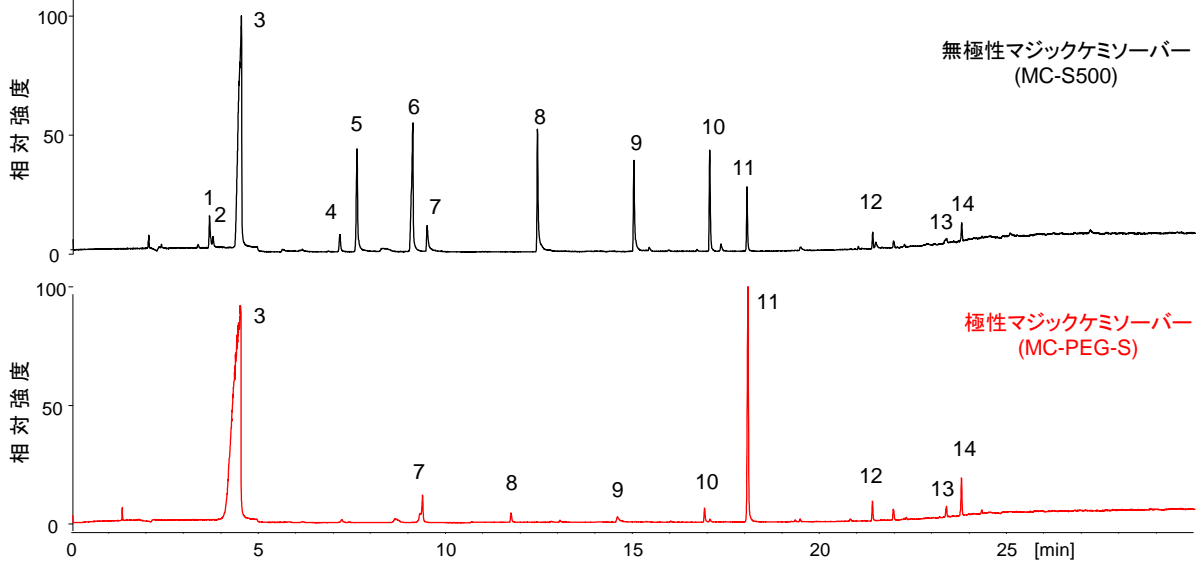

Fig. 1 無極性および極性マジックケミソーパー(浸漬法)による麦焼酎抽出成分のクロマトグラム
[結果] 無極性および極性マジックケミソーパーにより麦焼酎から抽出された成分のクロマトグラムをFig. 1に示す。また各ピークの定性結果をTable 1に示す。無極性マジックケミソーパーでは、主に脂肪酸のエチルエステル(8, 9)やphenethyl acetate (10)を抽出した。一方、極性マジックケミソーパーにおいてはethanol (3)とphenethyl alcohol (11)が主に抽出された。